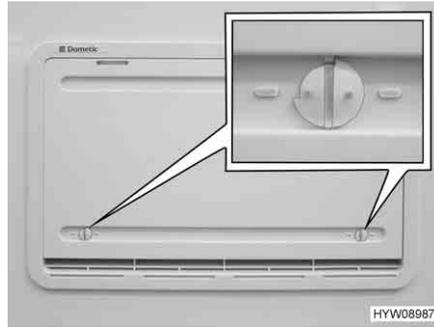

Fig. 175 Copertura invernale
Se il funzionamento del frigorifero avviene a basse temperature esterne, il produttore consiglia l'utilizzo di una copertura invernale (Fig. 175) per la griglia di aerazione del frigorifero.
- Aprire entrambi i bloccaggi (Fig. 175), la scanalatura risulterà orizzontale.